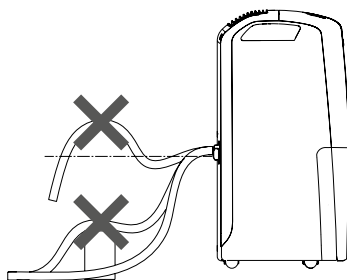

Fig. 5
- 3) Asegúrese de que el extremo de la manguera no quede más arriba que la boquilla (Fig. 3) o el agua podría estancarse en el depósito. Asegúrese de que no haya estrangulamientos en la manguera (Fig. 5).